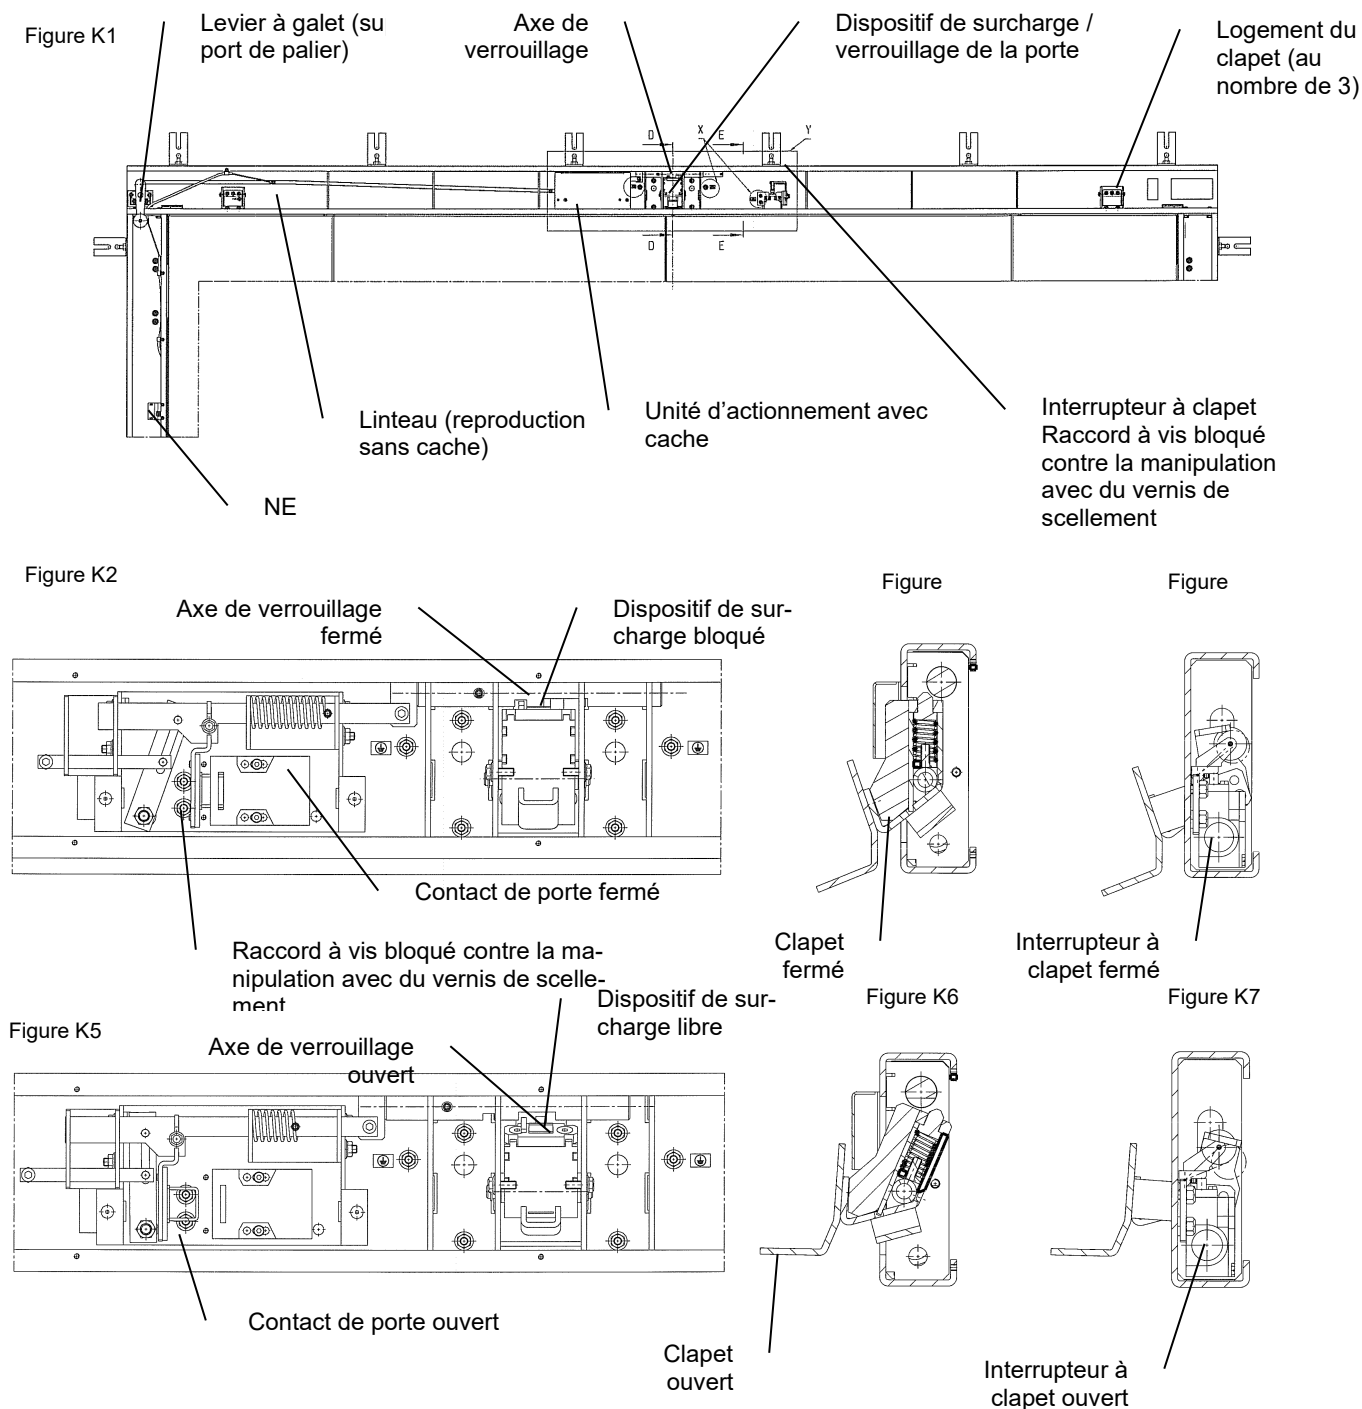

Figure K8
4. Introduire le levier de contrôle sur la sécurité de pression de porte jusqu'en butée (Figure P1, Figure K8)